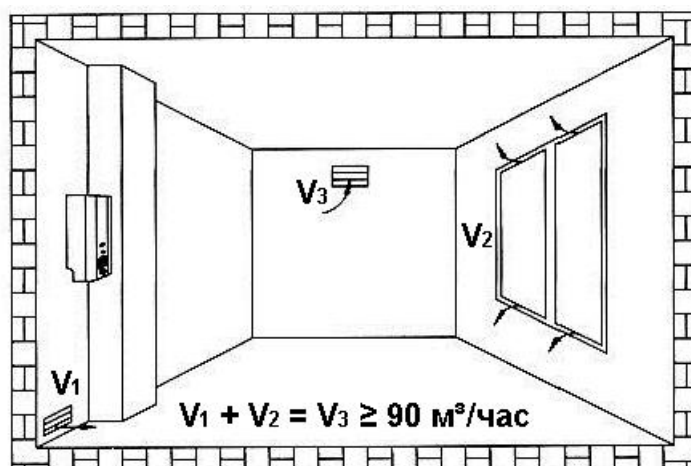

Рис. 9
- количество удаляемого воздуха из помещения (СНиП 2.04.05-91) должно быть не менее $90 \text{ м}^3/\text{час}$ (рис. 9);